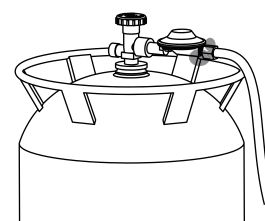

Figure 9
- Le régulateur et le tuyau (voir Figure 9)